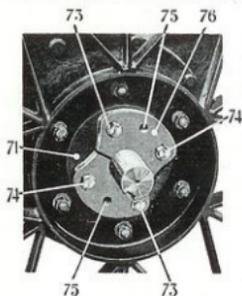

Figure 5
c) Réglage de l'écartement des roues (fig.5) :
1° Desserrer de deux tours complets les deux vis 73 (fig. 5) ;